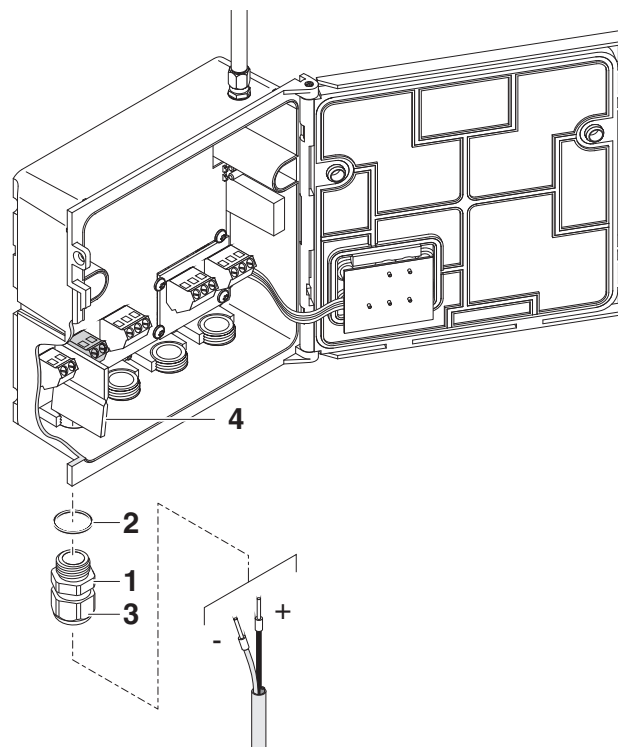

Bild 3-11 24 V DC-Leitung einführen.
- 5 Eine Kabelverschraubung (Pos. 1 in Bild 3-11) mit Dichtring (Pos. 2) in das Gehäuse unterhalb des 24 V DC-Anschlusses einschrauben.